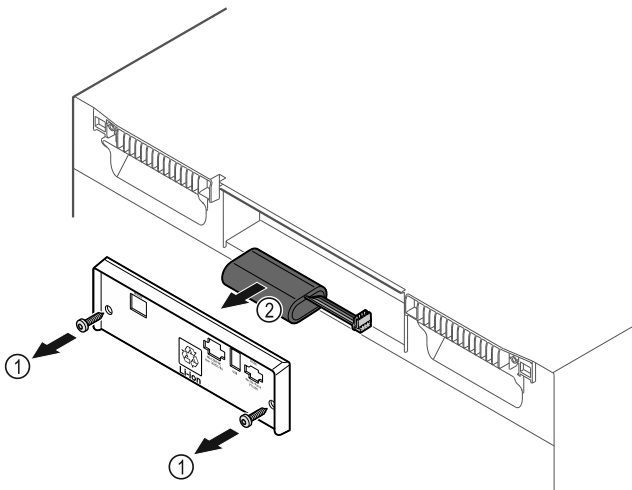

Fig. 202
- ▶ Vyšroubujte šrouby a odstraňte kryt na zadní straně spotřebiče Fig. 202 (1).
- ▶ Odpojte a vyměňte baterii Fig. 202 (2).